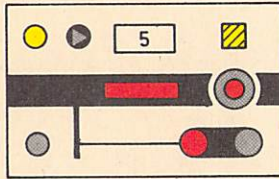

Bild 37
- (6) Die Bedienung wird bei besetztem Blockabschnitt gespeichert, der Festlegeüberwachungsmelder blinkt gelb (vgl. Bild 37). **Speichern der Bedienung**